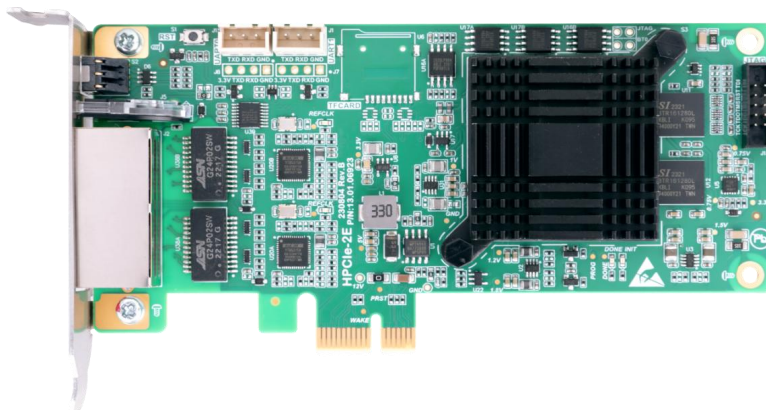

图 3.1 PCIe-2E 主站卡
(1) HPCIe-2E 主站卡及带 PCIe 卡槽的开发主机（Windows 或 Linux），主站卡如下图 3.1 所示。